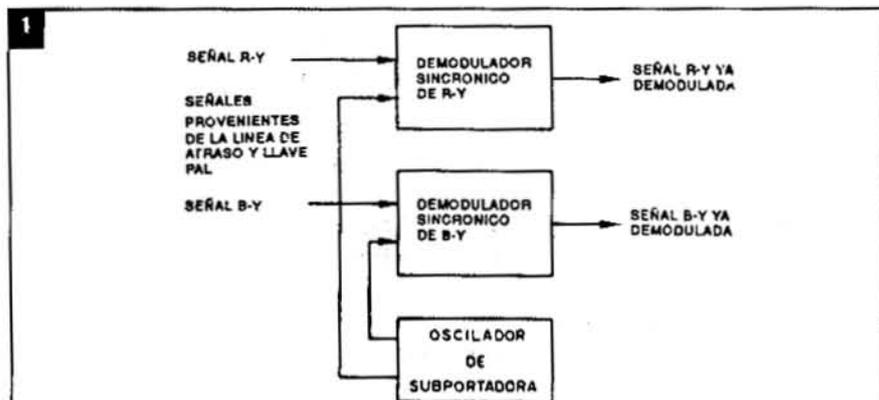

FIGURA 1 - Diagrama en bloques mostrando los circuitos demoduladores y oscilador de subportadora de color.
El 7107 es proyectado para operar con fuentes simétricas de 5V. Mientras tanto, si no se puede obtener una fuente negativa la misma puede ser generada a partir de la propia salida de clock en conjunto con dos diodos, dos capacitores y un integrado de bajo costo, como muestra la figura 1.
La figura 1 muestra un diagrama en bloques de los circuitos demoduladores de crominancia y del oscilador de subportadora de color. Observe que en la TV en
Es importante observar que no es muy ventajoso tener un único amplificador de potencia ultraelevada, si quisiéramos tener una gran potencia sonora, es mucho más cómodo (y a veces más barato) tener un conjunto de amplificadores de menor potencia asociados en paralelo, como muestra la figura 1.
Observando la figura 1, notaremos que el multiacoplador es intercalado entre la fuente de señal (que puede ser la salida de un instrumento o de un mixer, que mezcla las señales de todos los instrumentos) y los amplificadores. En nuestra versión tenemos tres salidas, pero nada impide que este número se aumente has-
Una indicación precisa de la frecuencia de emisión de una nota de un instrumento musical es la mejor manera de hacer su afinación. Los procesos más usados de afinación hacen uso de un patrón que debe ser comparado con el sonido emitido, lo que requiere el "buen oído" del músico o afinador. Existe entonces un oscilador patrón que tanto puede ser electrónico, como el tradicional diapason (figura 1) que debe activarse para que dé normalmente la nota (LA) de 440Hz.